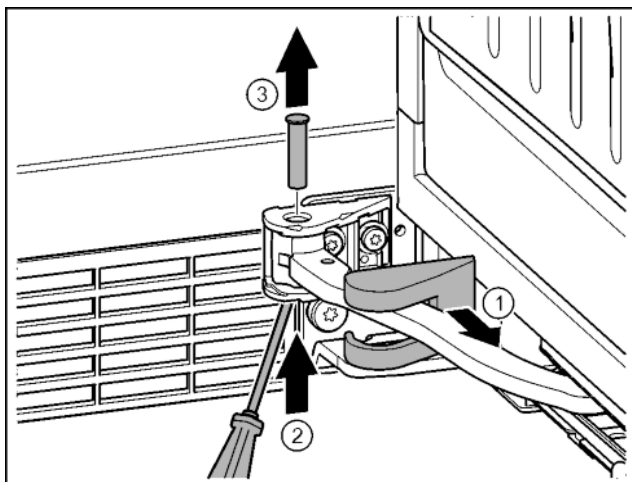

Fig. 15
- Zdjąć osłonę płytki zawiasu i przesunąć wzdłuż przegubu. Fig. 15 (1)
- Sworznie unieść od dołu palcami lub przy pomocy śrubokręta. Fig. 15 (2)
- Śrubokręt wsunąć pod główkę sworznia i wyjąć. Fig. 15 (3)